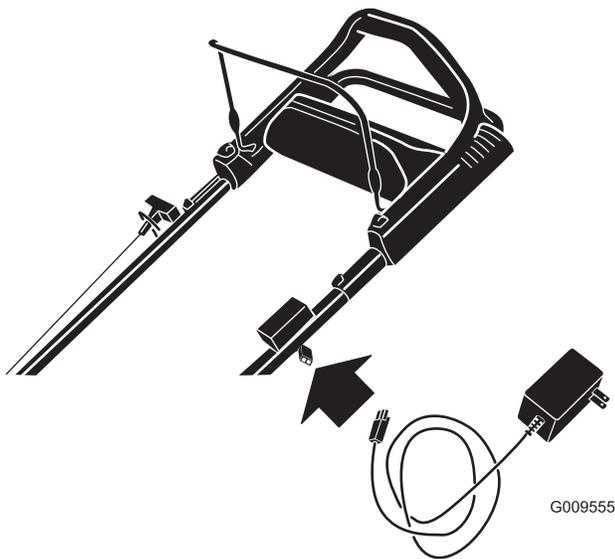

Figure 25
- Branchez le chargeur au faisceau de câblage de la machine situé sous le démarreur électrique (Figure 25).